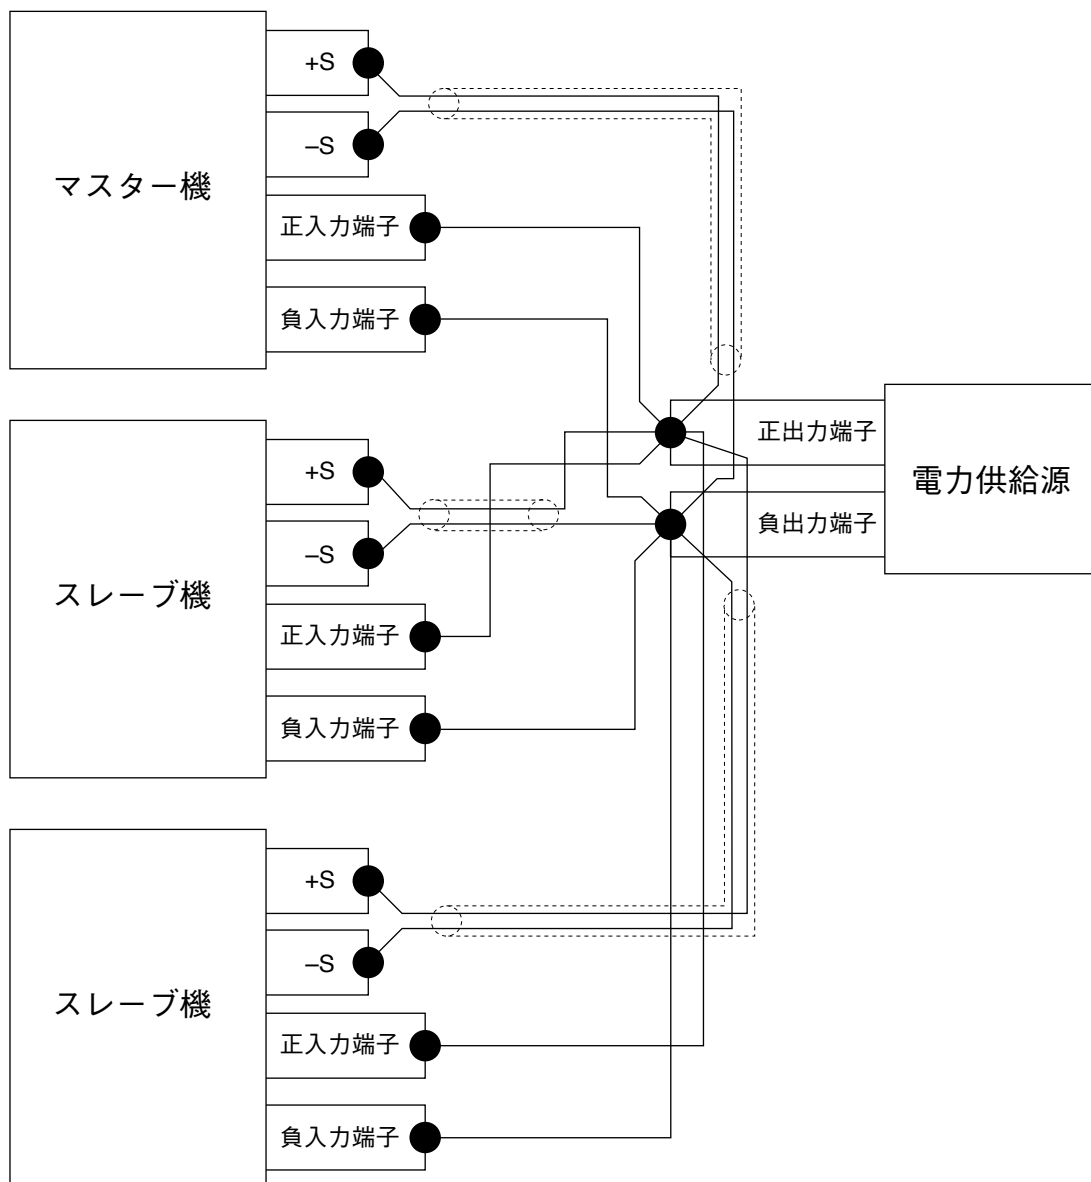

図 6
- ・本機正入力端子と電力供給源正出力端子、本機負入力端子と電力供給源負出力端子を線材等で接続して下さい。電圧センシングを行う場合は、マスター・スレーブ機すべての±S端子をご使用下さい。（マスター・スレーブ機と電力供給源とを接続する線材は、それぞれ同じ長さ、太さになる様に使用して下さい。図6参照）